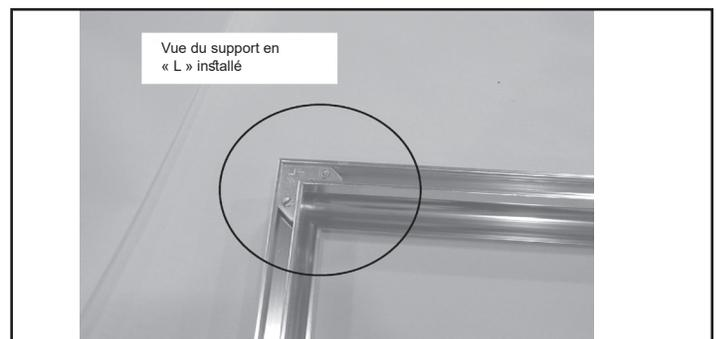

Figure 22.4
3. Assemblez les garnitures au moyen des pattes de fixation en « L » fournies. **Figure 22.4.**